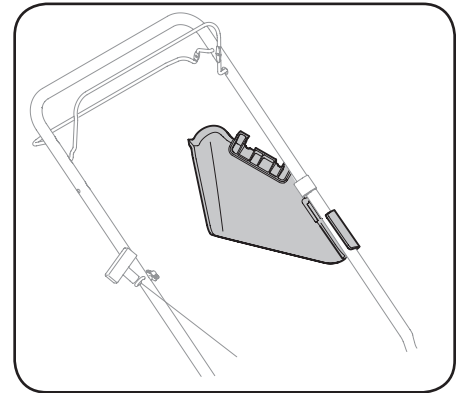

Figure 4-10
- Fixez le déflecteur d'éjection sur la poignée (le cas échéant). Voir la Figure 4-10.